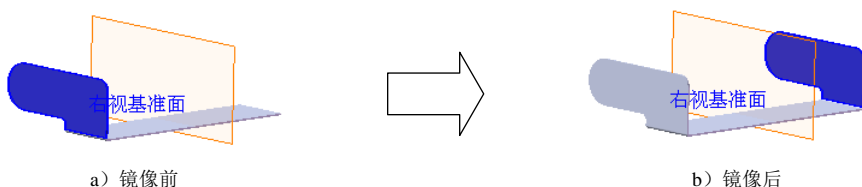

图 14.5.16 镜像 1
Step4. 创建图 14.5.16 所示的镜像 1。
- (1) 选择命令。选择下拉菜单 **插入(I)** → **阵列/镜像(E)** → **镜像(M)...** 命令。
- (2) 定义镜像基准面。选取右视基准面作为镜像基准面。
- (3) 定义镜像对象。选择边线法兰 1 作为镜像 1 的对象。
- (4) 单击按钮, 完成镜像 1 的创建。